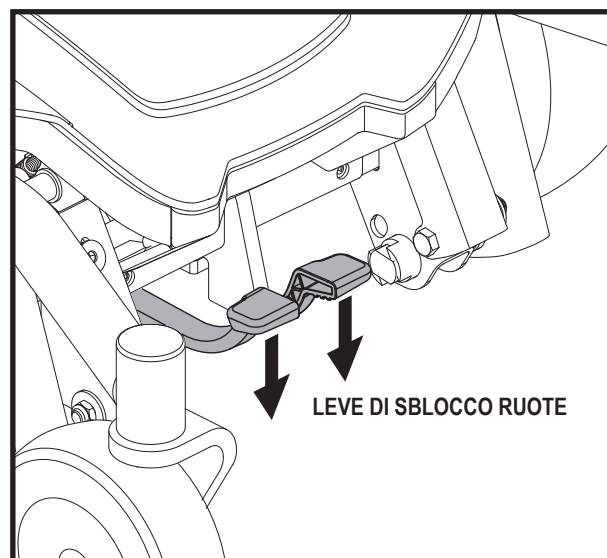

Figura 5. Modalità di sblocco ruote (Trazione disattivata)
3. Premere in basso entrambe le leve per disattivare i motori di trazione (modalità sblocco ruote). **Vedere figura 5.**